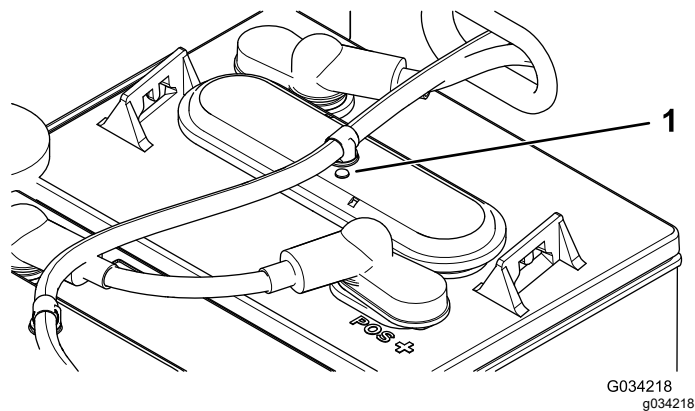

Figure 36
- Sur chaque batterie, vérifiez si la pastille est noire ou blanche (Figure 36).